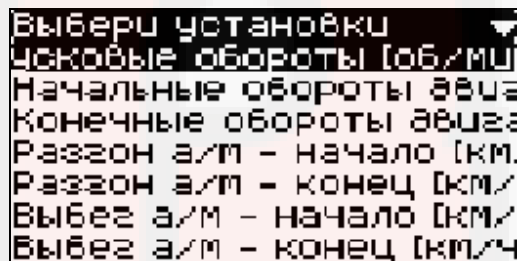

Рис. 26 Окно УСТАНОВКИ
4.4.5.1 Перед проведением тестов необходимо произвести установку требуемых значений параметров. Для этого выберите пункт меню **УСТАНОВКИ**. На дисплее появится окно **УСТАНОВКИ** (рис. 26).